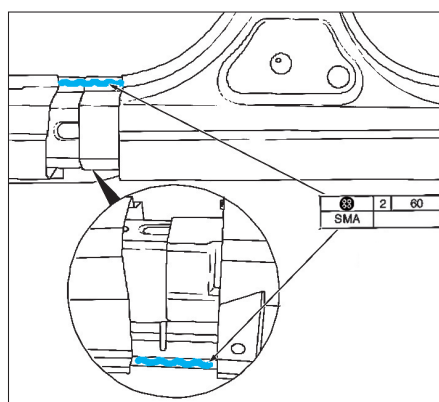

FIG. 46
- Appliquer la colle sur la partie inférieure de fixation sur le renfort de bas de caisse (fig. 46).